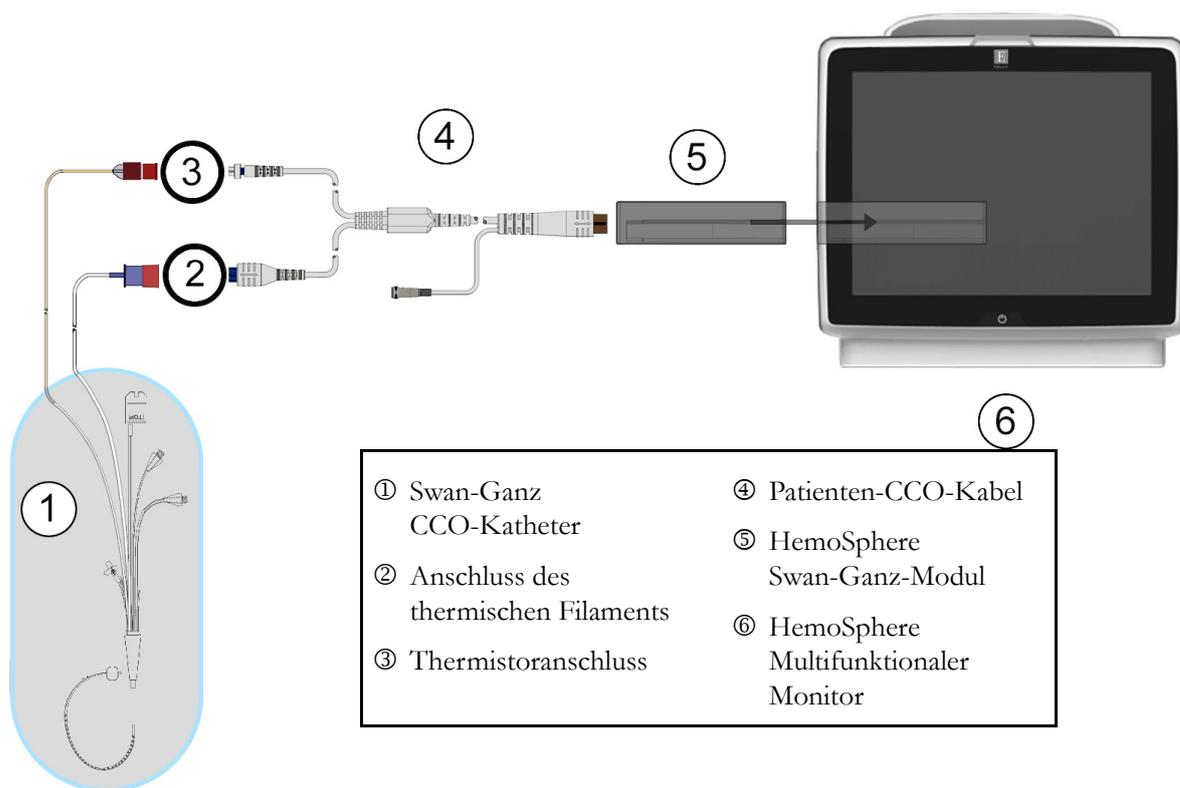

Abbildung 9-3 Übersicht der Anschlüsse für die CO-Überwachung
- 2 Schließen Sie das Katheterende des Patienten-CCO-Kabels an den Thermistoranschluss und die Anschlüsse des thermischen Filaments des Swan-Ganz CCO-Katheters an. Diese Anschlüsse sind in mit ② und ③ gekennzeichnet. Abbildung 9-3 auf Seite 106.